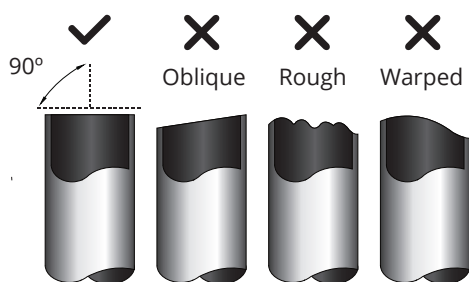

Fig. 7.4
1. Asigurati-va ca unghiul de taiere este de  $90^\circ$ , perfect. Consultati fig. 7.4 pentru exemple de taiere imperfecta.